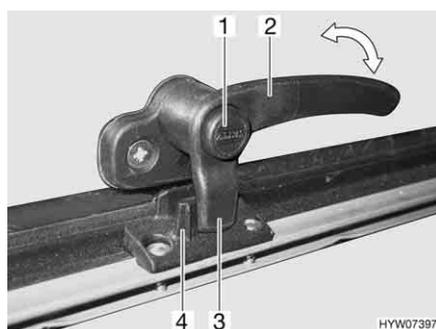
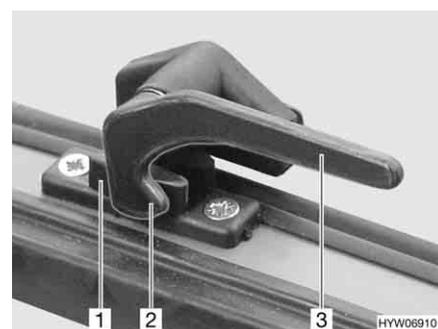

Fig. 86 Levier de verrouillage avec bouton de sécurité en position "Fermé"
Fig. 87 Levier de verrouillage en position "Fermé"
- S'il existe, appuyer sur le bouton de sécurité (Fig. 86,1) et le maintenir enfoncé.
- Tourner tous les leviers de verrouillage (Fig. 86,2 ou Fig. 87,3) d'un quart de tour vers le centre du lanterneau.
- Tourner tous les leviers de verrouillage (Fig. 86,2 ou Fig. 87,3) d'un quart de tour vers le cadre. Le tenon de verrouillage (Fig. 86,3 ou Fig. 87,2) repose sur le côté intérieur du verrouillage du lanterneau (Fig. 86,4 ou Fig. 87,1).
- En position "Fermé" (Fig. 86 et Fig. 87)